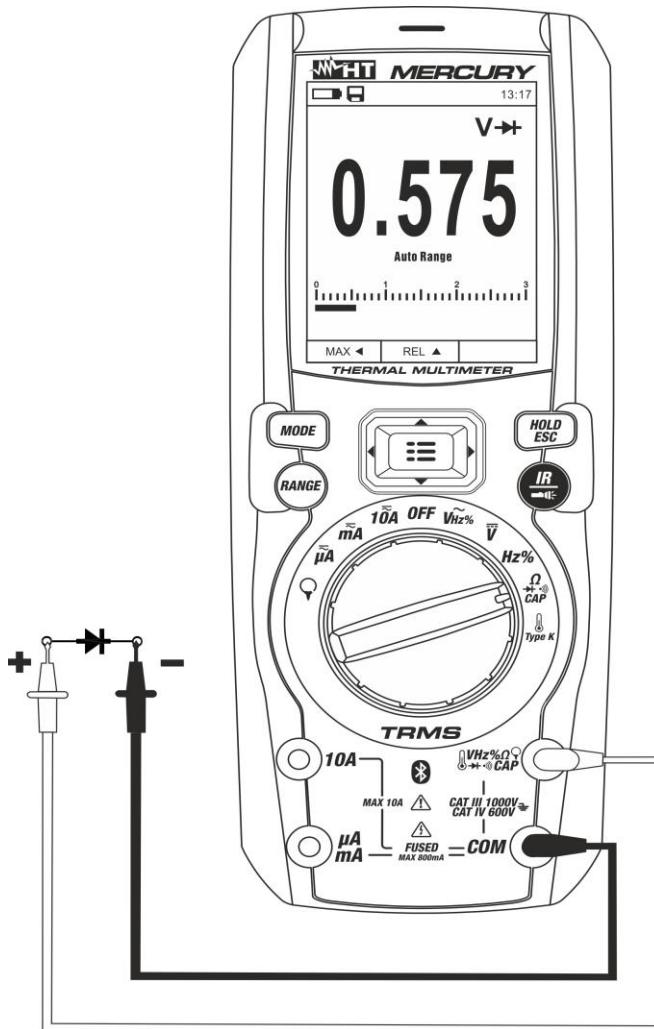

Fig. 25: Utilisation de l'instrument pour le test des diodes
4. Positionner les embouts aux extrémités de la diode sous test (voir Fig. 25) en respectant les polarités indiquées. La valeur de la tension de seuil en polarisation directe est affichée à l'écran
6. Si l'instrument affiche le message « **OL** » les bornes de la diode sont inversées par rapport à ce qui est indiqué dans Fig. 25 ou bien la jonction P-N de la diode est endommagée